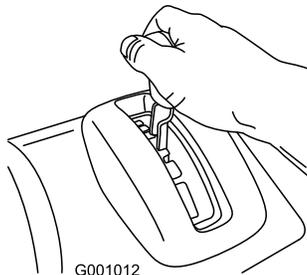

Figure 13
1. Amenez le sélecteur de vitesse à la position désirée en marche avant, en veillant à bien l'enclencher dans le cran (Figure 13).